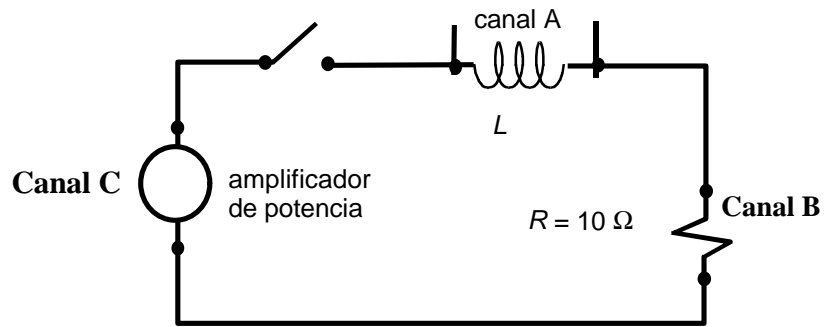

Figura 2.
② Conecte el circuito, como muestra la Figura 2, usando la señal de salida del amplificador de potencia como fuente DC.
③ Conecte el enchufe DIN al Canal A de la caja de interfaz. Conecte los enchufes banana a ambos extremos de la inductancia. Coloque el núcleo de hierro en el interior de la inductancia